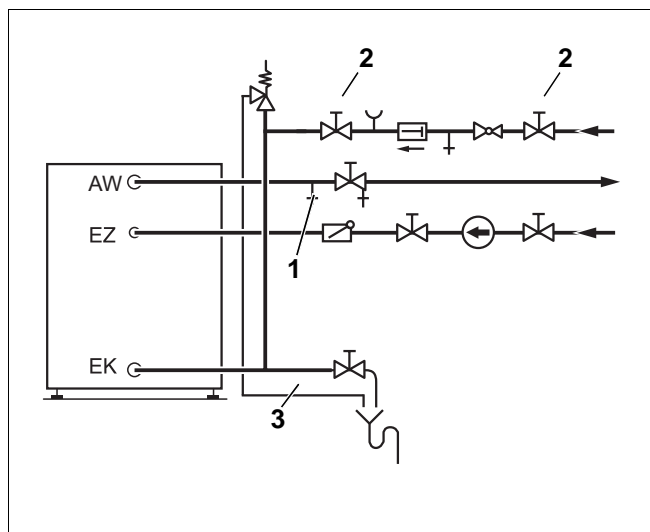

Fig. 9 Installazione secondo la norma DIN 1988 (illustrazione schematica)
- Aprire la valvola d'aerazione e disaerazione (fig. 9, **pos. 1**) oppure il rubinetto di erogazione posto nel punto più alto, per sfiatare l'accumulatore di acqua calda.
- Aprire la valvola d'intercettazione all'ingresso dell'acqua fredda EK (fig. 9, **pos. 2**) per caricare l'accumulatore di acqua calda.
- Prima dell'accensione verificare che la caldaia, l'accumulatore di acqua calda e la rete di tubazioni siano stati caricati (riempire con acqua). A tale scopo aprire la valvola d'aerazione e disaerazione (fig. 9, **pos. 1**).
- Lasciare la tubazione di sfogo della valvola di sicurezza (fig. 9, pag. 14) sempre aperta.
- la tubazione di sfogo della valvola di sicurezza (fig. 9, pag. 14) deve rimanere sempre aperta.